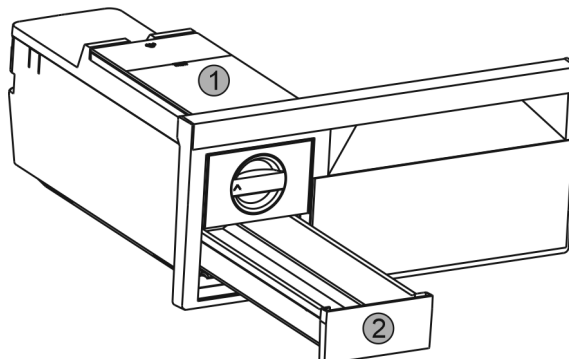

Fig. 29
- ▶ Извлечь бак для воды Fig. 29 (1) и выдвижной ящик для производства кубиков льда Fig. 29 (2).